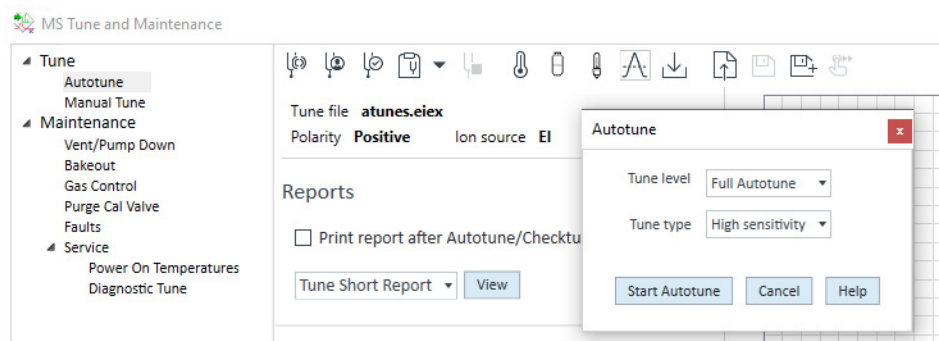

Figure 34. Configuration d'Autotune.
- 6 Pour utiliser un nouveau fichier de réglage, cliquer sur l'icône **Full Autotune** (Autotune complet). Si un Autotune complet a déjà été exécuté sur un fichier de réglage, cliquer sur l'icône **Autotune Options** (Options Autotune) et sélectionner un **Tune level** (Niveau de réglage) pour exécuter **Detector Gain** (Gain du détecteur) seulement, **Mass Axis and Detector gain** (Axe massique et gain du détecteur) seulement ou **Full Autotune** (Autotune complet). Vous pouvez également définir le **Tune type** (Type de réglage) sur **Standard sensitivity** (Sensibilité standard) ou **High sensitivity** (Sensibilité élevée). (Voir **Figure 34** page 135.)